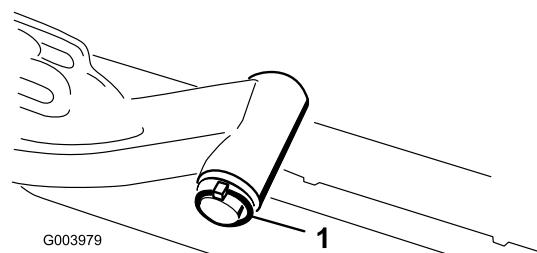

Figura 11
- Retire el pasador de seguridad y la arandela que fijan el eje pivotante del brazo de elevación al brazo de elevación, y deslice el eje pivotante fuera del brazo de elevación (Figura 11).
- C. Introduzca el eje del brazo de elevación en el brazo de elevación y fíjelo con la arandela y el pasador de seguridad (Figura 11).